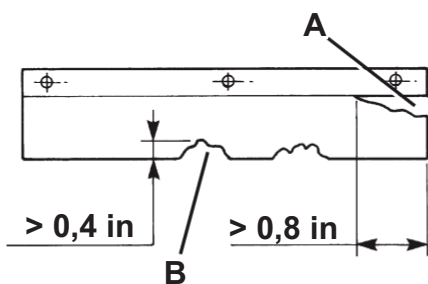

Figure 11
1. Contrôler l'intégrité des volets latéraux (16 et 17). Remplacer les volets en présence de coupures (A, Fig. 11) supérieures à 20 mm (0,8 in) ou de déchirures (B) supérieures à 10 mm (0,4 in) (pour le remplacement des volets, se référer au manuel d'entretien).